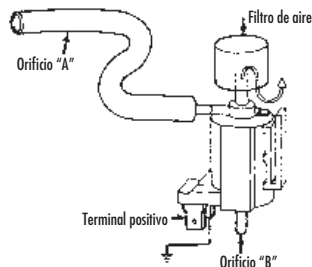

FIGURA 13: SOLENOIDE DE VACÍO TÍPICO
- 1) Desconecte los conectores de vacío y eléctricos del solenoide. Conecte la bomba al orificio "B" y trate de aplicar vacío con la bomba. El vacío debe romperse por el orificio "A" (FIGURA 13).